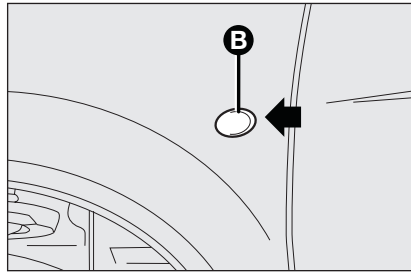

Abb. 16
- ☐ Die mit dem Pfeil gekennzeichnete Stelle hineindrücken, um die Halteklipps zusammenzudrücken, und dann die Einheit herausziehen **B-Abb. 16**;